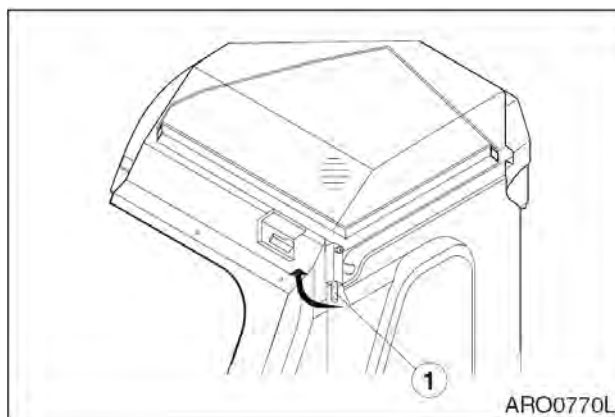

Рис. 112
3. Разблокировать, потянув рычаг (1, рис. 112) в направлении, указанном стрелкой.